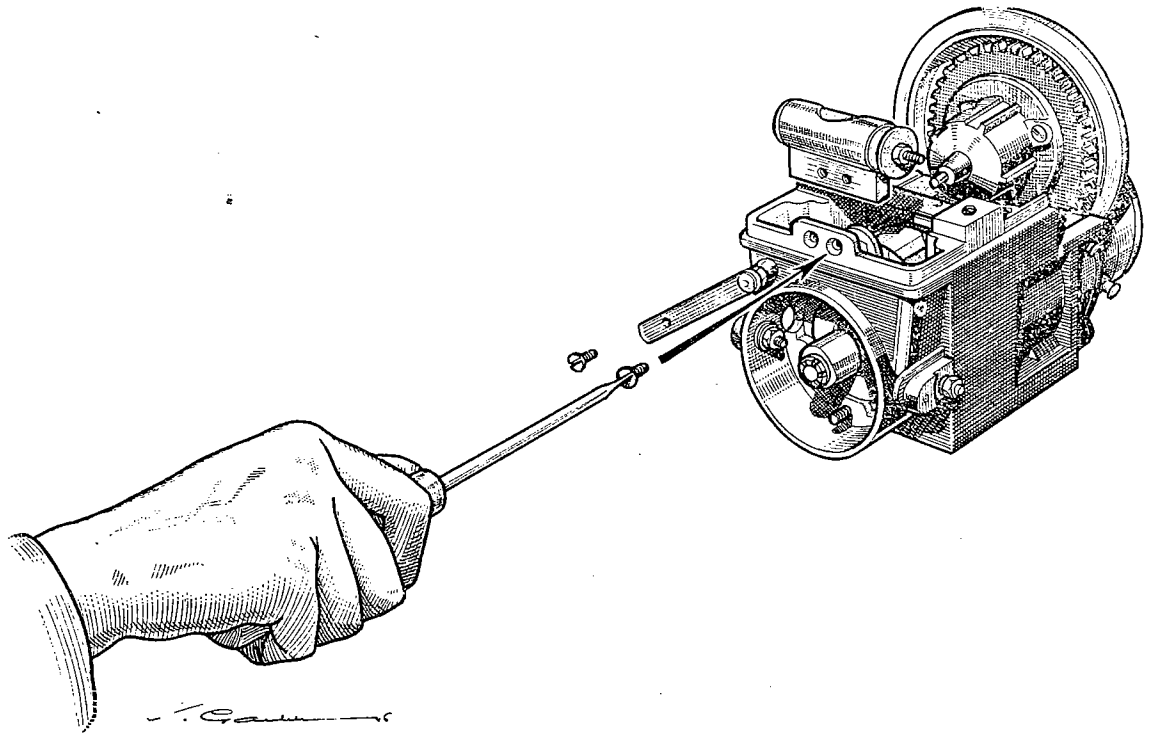

FIG. 37 — DÉMONTAGE DU PORTE-DISRUPTEUR
f) **Démontage du porte-disrupteur** (fig. 37) :
- Après avoir enlevé la bobine, enlever les deux vis de fixation (17) . . . . .
- Tirer le porte-disrupteur (18).